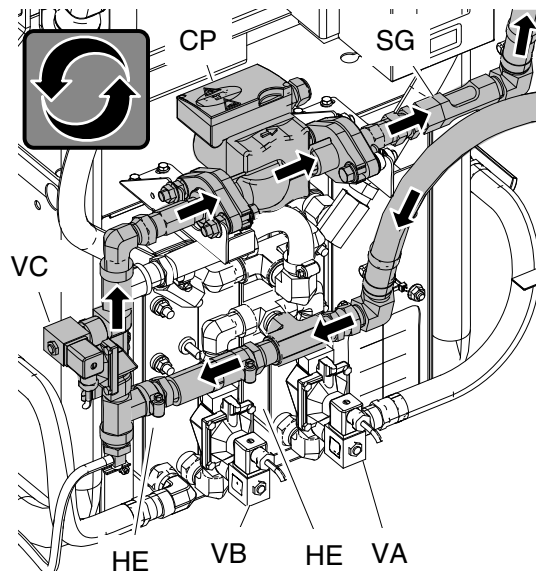

Figure 19 Контур охлаждения дозатора – клапаны A и B закрыты (материал не нагревается)
Когда клапаны управления (VA, VB) закрыты, это значит, что материалы A и B достигли целевой температуры. Охлаждающая жидкость течет через перепускной регулирующий клапан (VC), циркуляционный насос (CP), смотровое окошко (SG), емкость наполнения контура охлаждения дозатора (HF) и далее обратно к теплообменнику в контуре охлаждения двигателя. См. рис. 19.